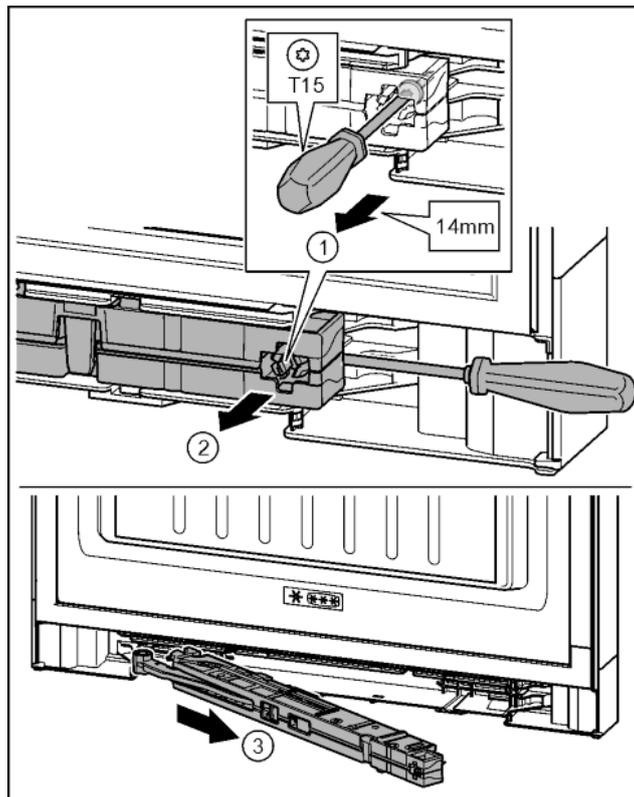

Fig. 17
- Desserrer la vis sur l'amortisseur de fermeture de 14 mm environ avec un tournevis T15. Fig. 17 (1)
- Accéder à la partie postérieure de l'amortisseur de fermeture du côté de la poignée avec un tournevis. Tourner l'unité vers l'avant. Fig. 17 (2)
- Extraire l'unité. Fig. 17 (3)